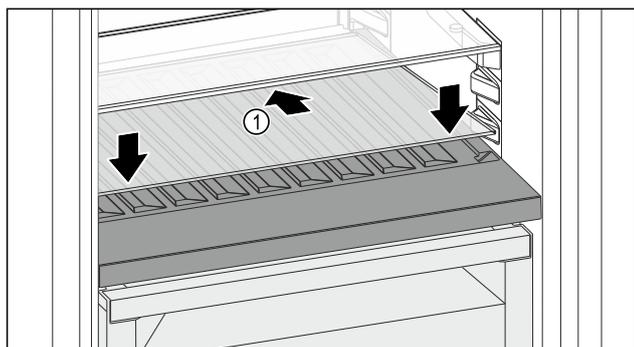

Fig. 144
- Placer la plaque de verre Fig. 144 (1) en biais et inclinée vers le bas.
- Abaisser l'avant de la plaque de verre Fig. 144 (1).